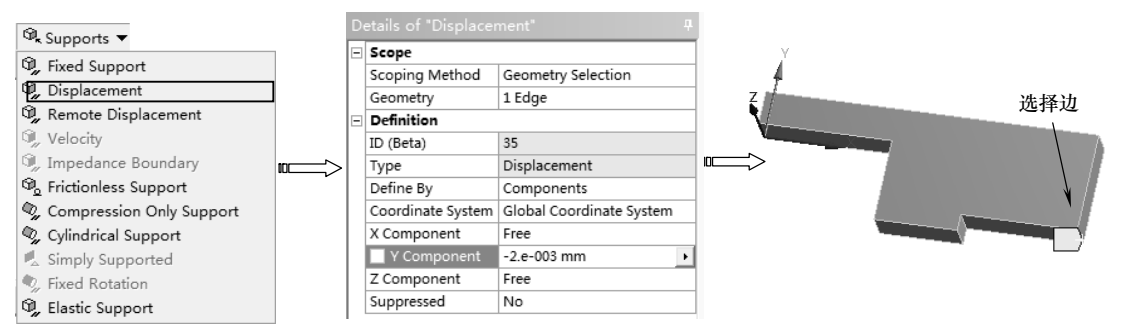

图 12-14 施加位移约束
5) 单击【Environment】工具栏上的【Supports】|【Displacement】命令，单击【图形】工具栏上的选择模式下的【Single Select (单选)】按钮，然后再单击【Edge (选择线)】按钮，在【Details of “ Displacement”】列表中单击【Scope】选项下的【Scoping Method】项，选择图 12-14 所示的边线。单击【Geometry】项中的【Apply】按钮，在【Y Component】文本框中输入-0.002，如图 12-14 所示。